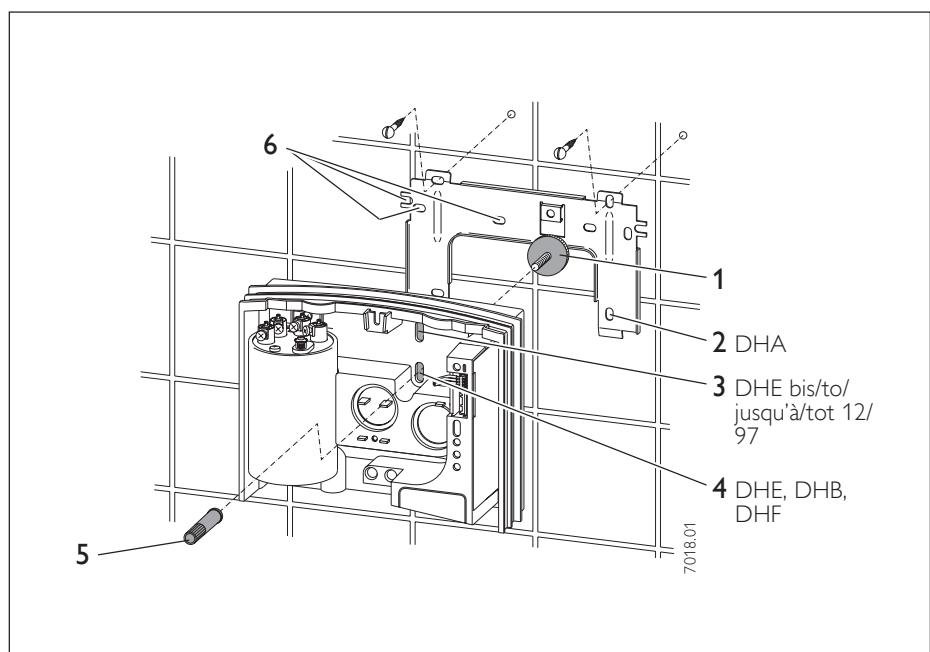

Abb. 13 / Fig. 13 / Afb. 13
- Ausbruchposition der Geräterückwand zur Befestigung an der Montageleiste entsprechend Abb. 13 festlegen.
- Neue Montageleiste entsprechend Abb. 13 befestigen.
- Gerät entsprechend Abb. 13 mit der Schraubhülse (Pos. 5) an der Halteleiste befestigen. Mit der Rändelmutter (Pos. 1) können Wandunebenheiten, z. B. durch Fliesenversatz max. 20 mm (siehe Abb. 10), ausgeglichen werden.
Legende Abb. 13
- Determine knockout position of rear panel (Fig. 13) for attachment to fastening rail.
- Attach a new fastening rail as per Fig. 13.
- Attach unit to fastening rail as per Fig. 13 with screw sleeve (item 5). Knurled nut (item 1) enables unevenness in wall, e.g. caused by tile offsets, to be compensated for by up to max. 20 mm (see Fig. 10).
- Repérer la position de l'ouverture au dos de l'appareil (fig. 13) en vue de la fixation sur la barrette d'accrochage.
- Fixer la nouvelle barrette d'accrochage comme indiqué sur la figure 13.
- Fixer l'appareil comme indiqué à la figure 13 avec la douille à visser (pos. 5) sur la barrette d'accrochage. L'écrou moleté (pos. 1) permet de compenser les inégalités du mur; p. ex. en cas de déport du carrelage maximum de 20 mm (voir fig. 10).
- De uitbreekpositie van de achterwand van het toestel (Afb. 13) voor het bevestigen aan de montagelijst vastleggen.
- De nieuwe montagelijst overeenkomstig Afb. 13 bevestigen.
- Het toestel overeenkomstig Afb. 13 met de schroefsok (Pos. 5) aan de bevestigingslijst bevestigen. Met de kartelmoer (Pos. 1) kunnen oneffenheden in de wand, b.v. door ongelijke wandtegels, max. 20 mm (zie Afb. 10), worden gecompenseerd.
Key to Fig. 13
Légende de la figure 13
Legende Afb. 13